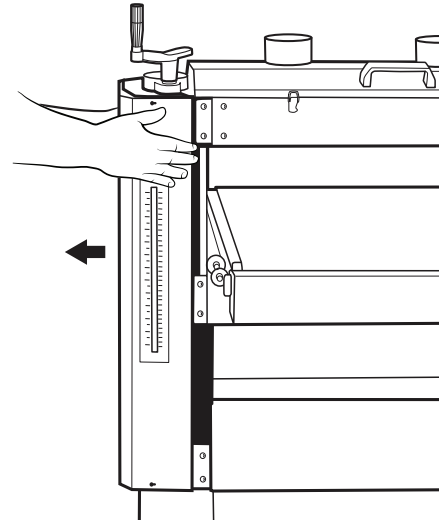

FIG. 14
laterales derecho e izquierdo (A) a la máquina y quite los protectores. Consulte la Fig. 14.